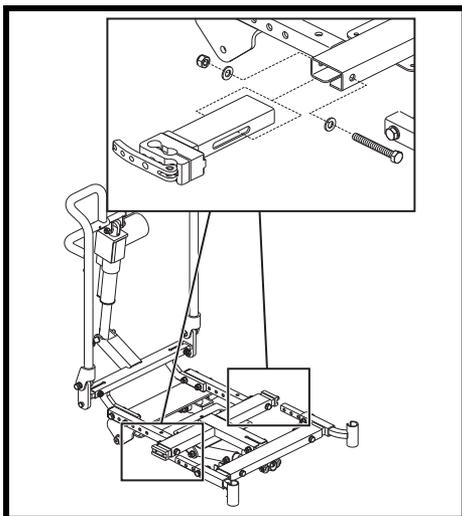

Figura 6. Regolazione della larghezza del sedile
2. Allentare i fissaggi del supporto del bracciolo. **Vedere figura 6.**